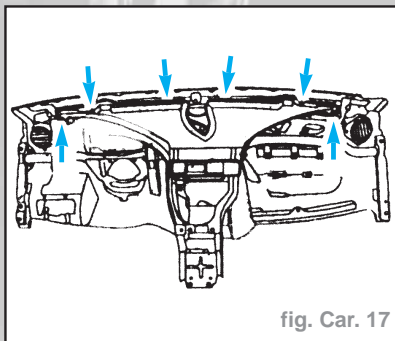

fig. Car. 17
- Déposer la gaine de chauffage (six vis) (rembourrage de planche de bord déposé pour indiqué l'emplacement des vis) (fig. Car. 17).